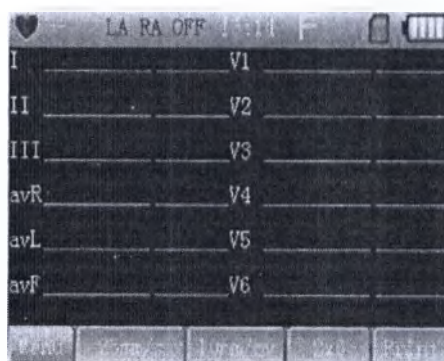
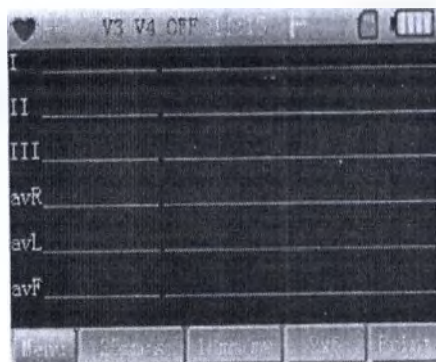

Рис. 13-2-6
Рис. 13-2-7
8. Переключатель режима отображения сигнала: сдвиньте влево или вправо в области сигнала на экране или нажмите кнопку [confirm] (подтвердить), чтобы переключить режим отображения сигнала, как показано на рис. 13-2-6 (12 отведений), рис. 13-2-7 (6 отведений).